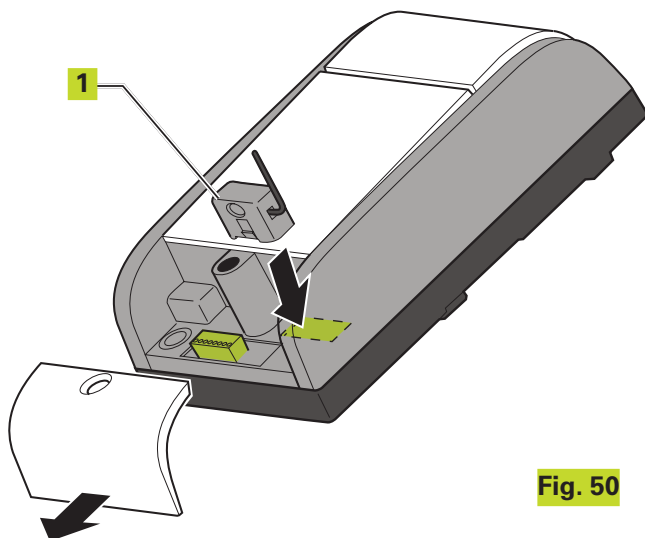

Fig. 50
L'armoire électronique est munie d'un système de décodage bicanal intégré appelé OMNIDEC. Ce système permet de mémoriser, par l'intermédiaire d'un module récepteur supplémentaire (Fig. 50 réf. ①) et de radiocommandes de la même fréquence, tant l'ouverture totale (OPEN A) que l'ouverture partielle (OPEN B) de l'automatisme.